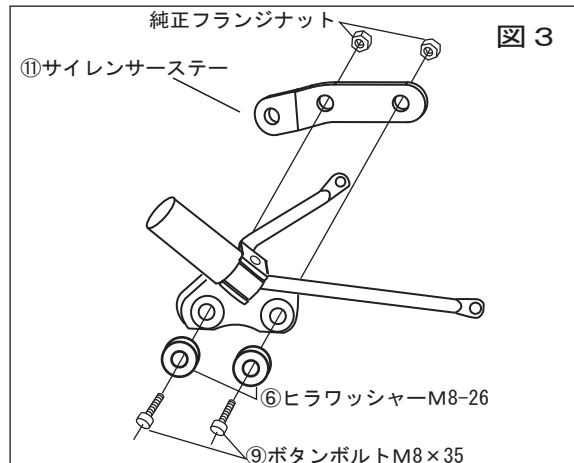

FIG. 9
8. 付属の⑪サイレンサーステーを⑨ボタンボルトM8×35、⑥ヒラワッシャーM8-26、純正フランジナットを使用してタンデムステップR側に仮締めします。(FIG. 9参照)